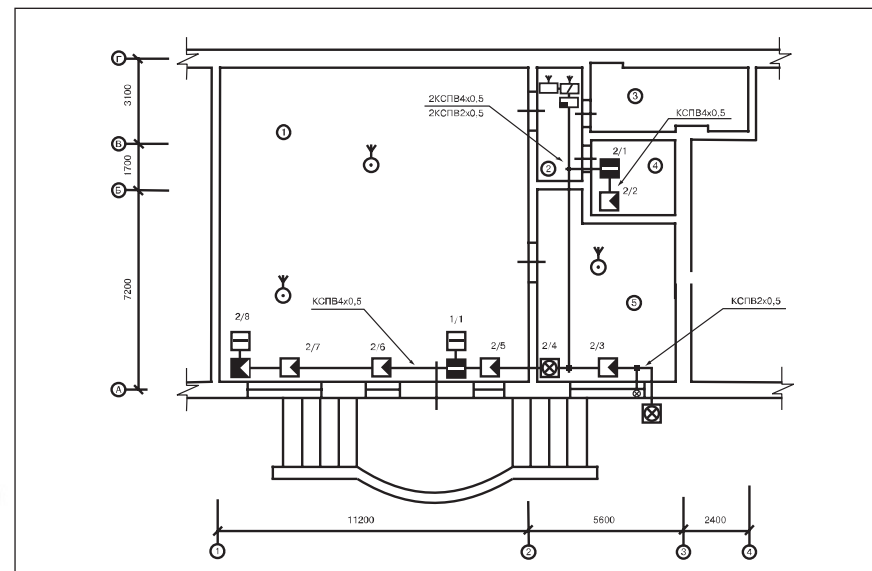

Рис. 1 План сети охранной сигнализации ООО "Центр"
ный вход. Офис общества состоит из отдела продаж (1), коридора (2), санитарного узла (3), кладовой (4), служебного помещения (5) (см. рис. 1 и 2).
Подсистема охранной сигнализации (рис. 1) использует следующие виды извещателей: